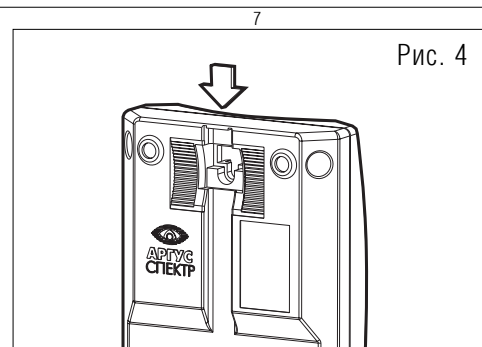

Рис. 4
- При необходимости вскрыть перегородку (рис. 4).